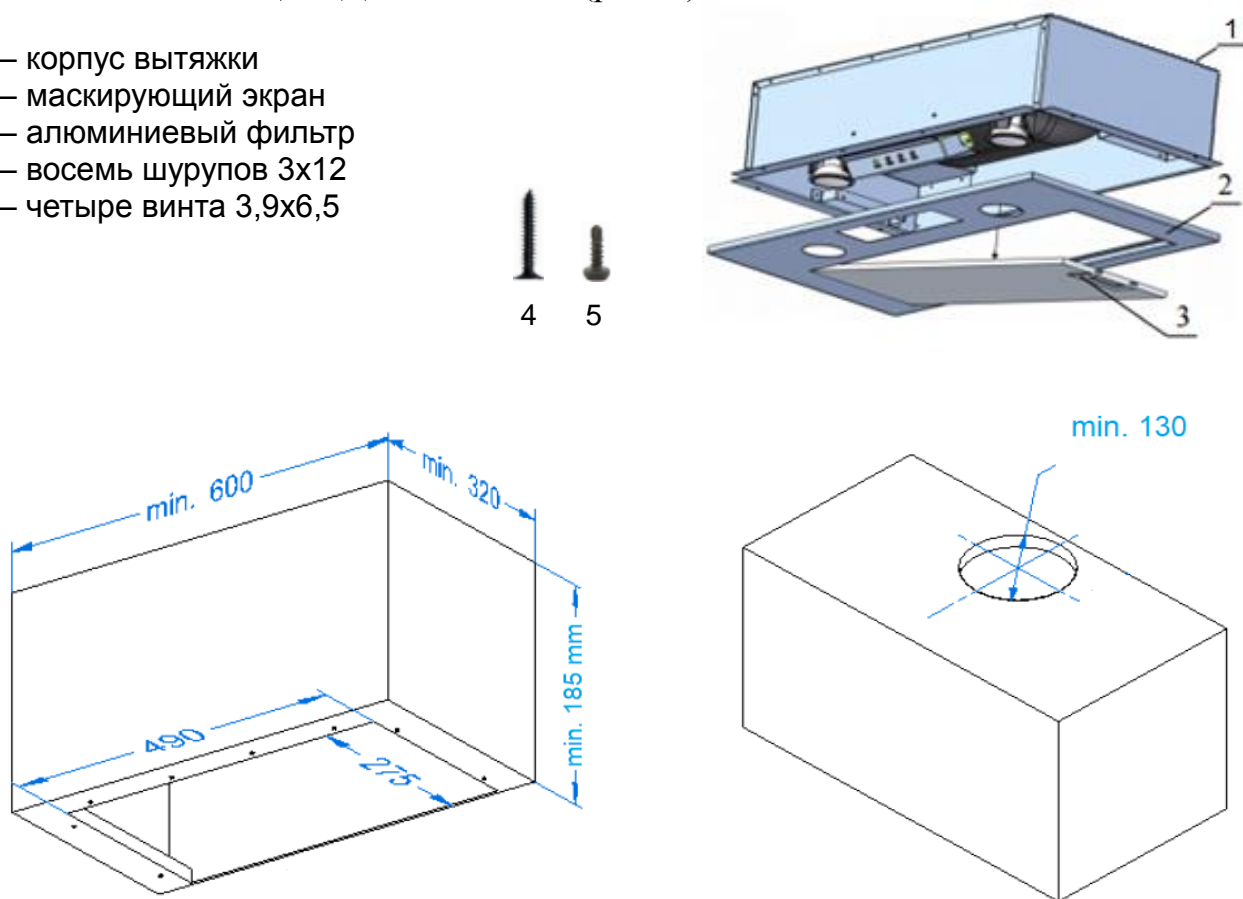
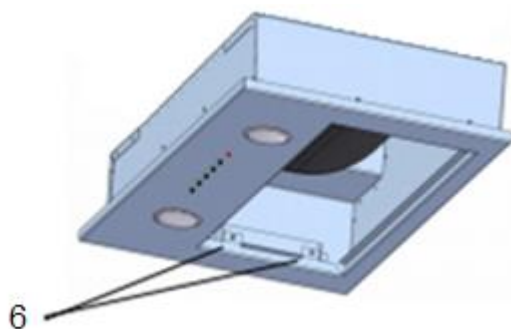
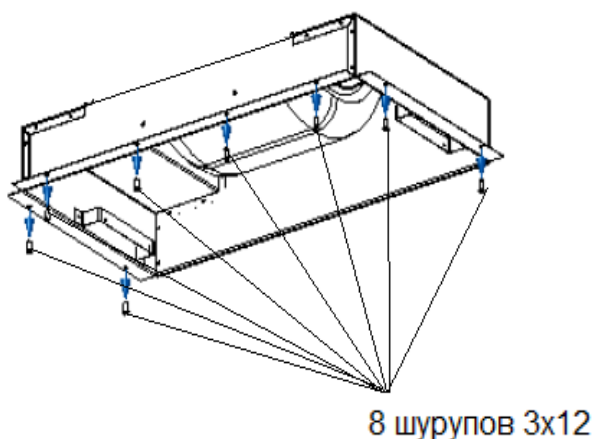
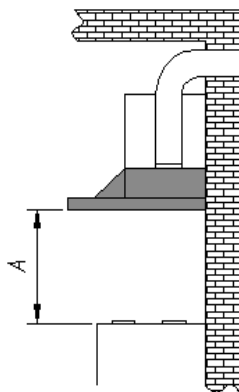

Рис. 1
Рис. 4
Рис. 5
Рис. 6
КОМПЛЕКТУЮЩИЕ ДЛЯ СБОРКИ (рис. 1)
3. Открутите с внутренней стороны четыре винта (5) (рис. 1) (два слева и два справа) для того чтобы снять маскирующий экран с корпуса вытяжки (рис. 1) и открыть отверстия для крепления корпуса к шкафу (рис. 4).
4. После снятия маскировочного экрана, привинтите корпус вытяжки (рис. 5) к шкафу с помощью восьми шурупов (4) (рис. 1), сохраняя минимальное расстояние 65 см между нижним краем вытяжки и поверхностью для приготовления пищи на плите (рис. 6).
5. Прикрутите маскирующий экран к корпусу с помощью четырех винтов (5) (рис. 1) с внутренней стороны (рис. 4).